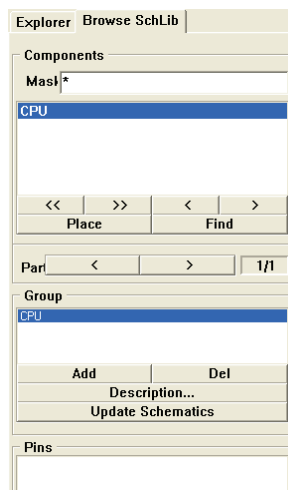

图 3-18 “Browse SchLib”选项卡
(2) 输入后，单击 按钮，关闭对话框。则元器件的别名将出现在左侧项目管理器 “Browse SchLib” 选项卡中，如图 3-18 所示。
(3) 重复上面的步骤，可以为元器件添加多个别名。